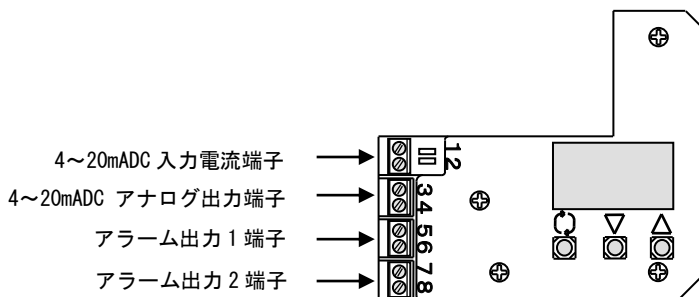

図 9
- 2) 調節計（コントローラ）からの入力電流配線及び各出力配線を図 9 に従い接続します\*1。